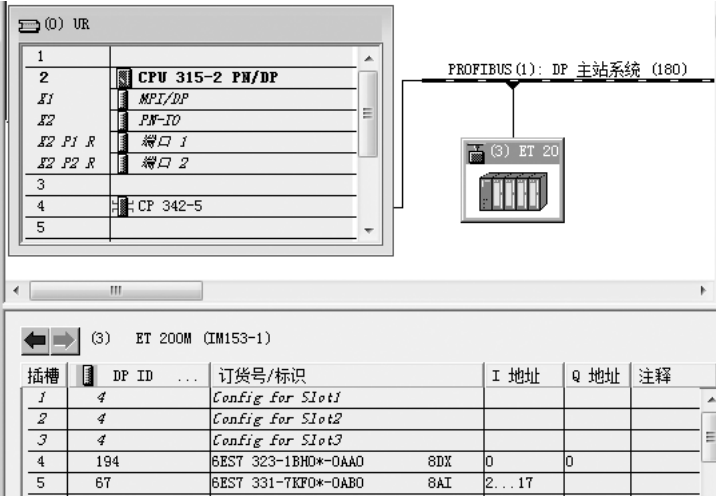

图 12-68 硬件组态图
【例 12-8】某控制系统采用 PROFIBUS – DP 通信，其硬件组态如图 12-68 所示，请用 FC3 指令读取通信诊断信息。
- 1) 创建一个项目，硬件组态如图 12-68 所示，具体操作步骤参考 8.4.6（CP342 – 5 PROFIBUS – DP 作主站的通信）。